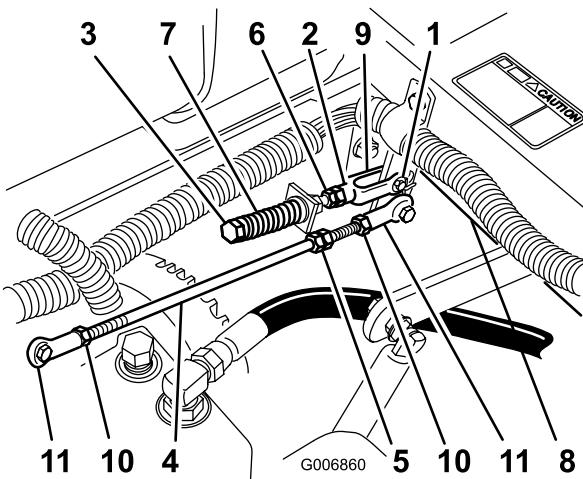

Figura 63
1. Afloje las contratuercas de la articulación esférica de la varilla de control de la bomba (Figura 63).
3. Ajuste la longitud de la varilla de la bomba girando las tuercas dobles de la varilla, en el sentido apropiado, hasta que la rueda quede estacionaria o se mueva muy lentamente en marcha atrás (Figura 63).
6. Apriete las contratuercas de las articulaciones esféricas (Figura 63).